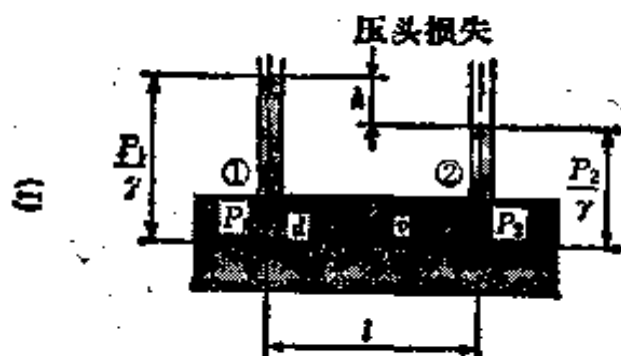

图5.10 流动损失
【解说】 在直管中流动的流体, 只要管子连续, 其压力就应该相等。可是实际上如图5.10所示, 随着流动, 由于摩擦阻力的影响, 压力就下降。下降量就是压头损失。在实际应用上是利用 (1) 式的后部。